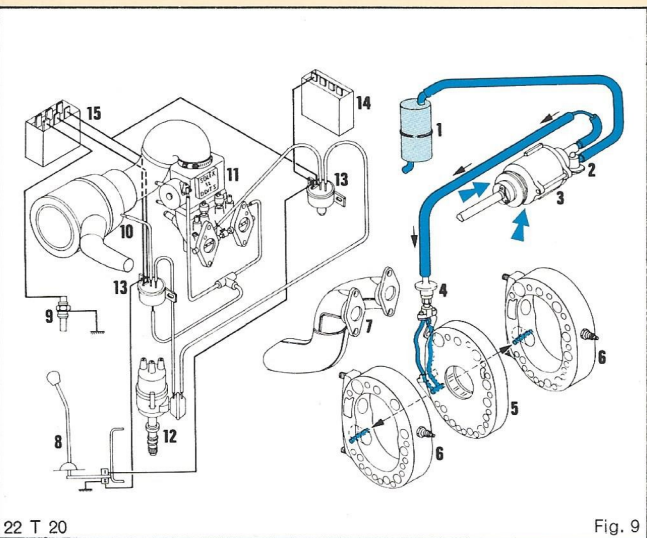

Fig. 9
Pour respecter les normes antipollution de plus en plus sévères, ce moteur possède un système de postcombustion permettant de brûler les produits nocifs de combustion. Une pompe à air débite au niveau des lumières d'échappement. Adaptation électronique de l'avance à l'allumage suivant les conditions de fonctionnement (position levier de vitesses, température du moteur, régime moteur, temps écoulé depuis la mise en route, dépression à l'admission) (fig. 9).
*Electronic adaptation of spark advance according to running conditions (position of gear lever, engine temperature, engine revs, time before starting up, depression in induction system). (Fig. 9).*